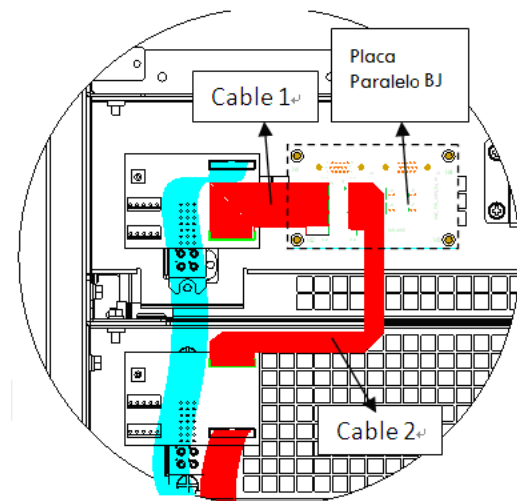

Fig. 37. Instalaci3n de la se3alizacion del sistema paralelo (b)
- Instale la placa de se3alizacion paralelo si no viene pre instalada de fábrika Fig. 37
- Conectar el cable 1 al cable2 Fig. 37